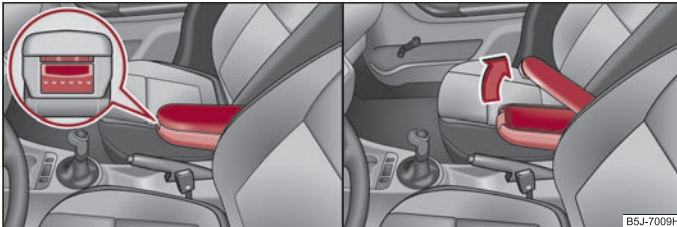

Abb. 82 Armlehne: Ablagefach / Ablagefach öffnen
- Drücken Sie die untere Taste an der Stirnseite der Armlehne ⇒ Abb. 82 links. Klappen Sie die Armlehne vor und lassen Sie die Taste wieder los.
- Drücken Sie die obere Taste und klappen Sie die Abdeckung des Ablagefachs nach oben ⇒ Abb. 82 rechts.